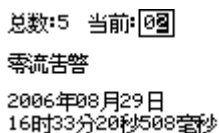

图 4-9 保护告警记录示例
② 保护告警：包括所有的保护告警信息。示例如图 4-9 所示界面。